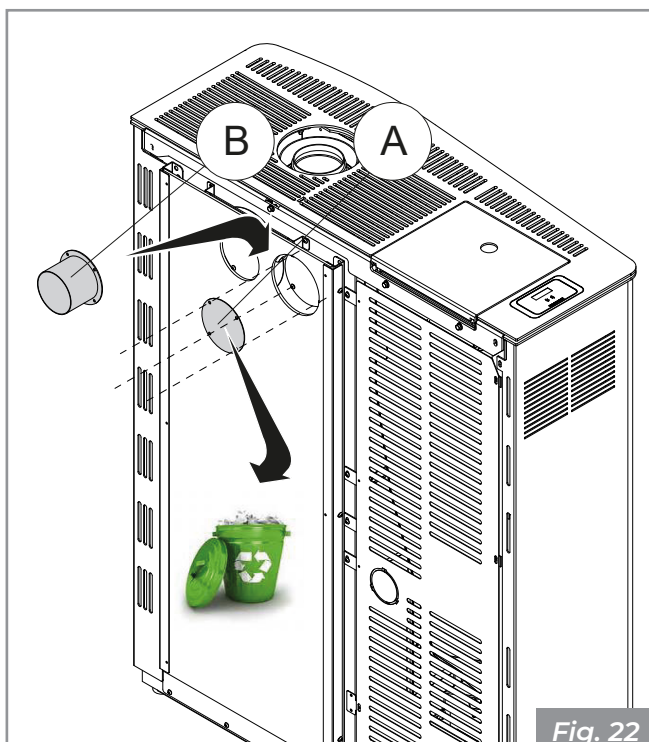

Fig. 22
Pour pouvoir brancher le poêle à l'installation de chauffage canalisé, il faut retirer le bouchon arrière (A) et monter le tube diamètre 80 mm (B) fourni (Fig. 22).